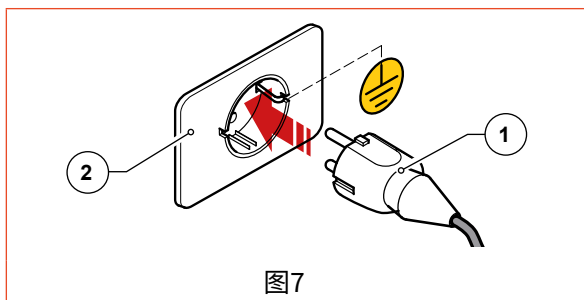

图7
- 将电源线的插头（图7，1）插到使用位置的墙上插座（图7，2）；